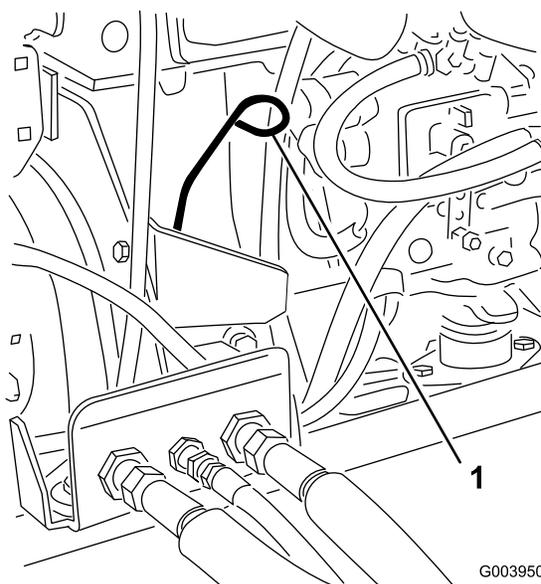

Figura 32
3. Retire a vareta, limpe-a e volte a colocá-la (Figura 32).